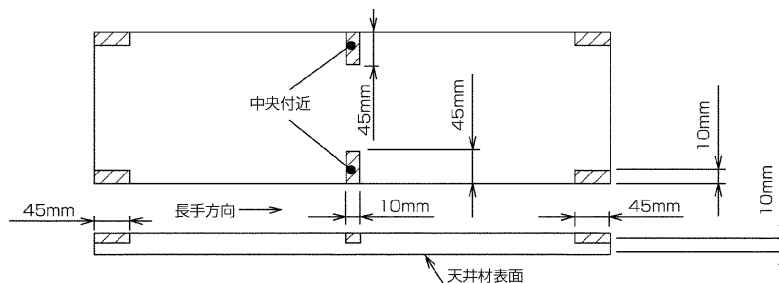

図17
- 建材の組込可能厚さは最小6mmから最大20mmまで使用できますが、厚さの薄い物については、軽量のため、10mm以下の物は4.5kg以上の天井材をご使用ください。また、厚さが10mmを超えるとサービスパネル枠固定ネジおよび補強固定ネジに天井材が当たりますので天井材を下図のように□部をドライバー等で、削ってください。(図17)